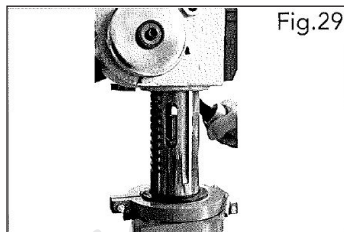

Fig.29
1. Drej spindlen, indtil tappen flugter med spalten i fjederpenen (fig. 29).